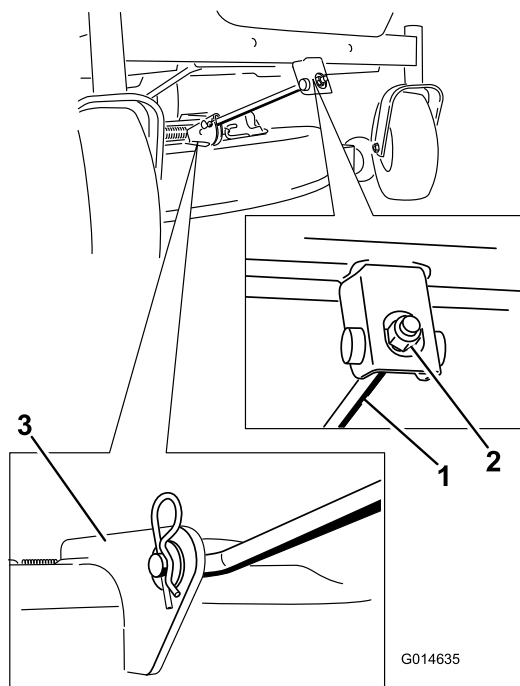

Figure 64
4. Retirez la goupille fendue de la tige de support avant et déposez la tige du support de tablier (Figure 64).
8. Fixez la tige de support avant au tablier de coupe à l'aide de l'axe de chape et de la goupille fendue (Figure 64).